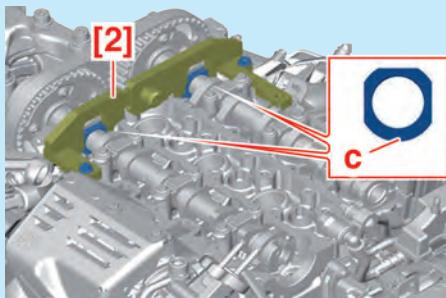

Fig.3
- Bloquer les arbres à cames à l'aide de l'outil [2] (Fig.3).